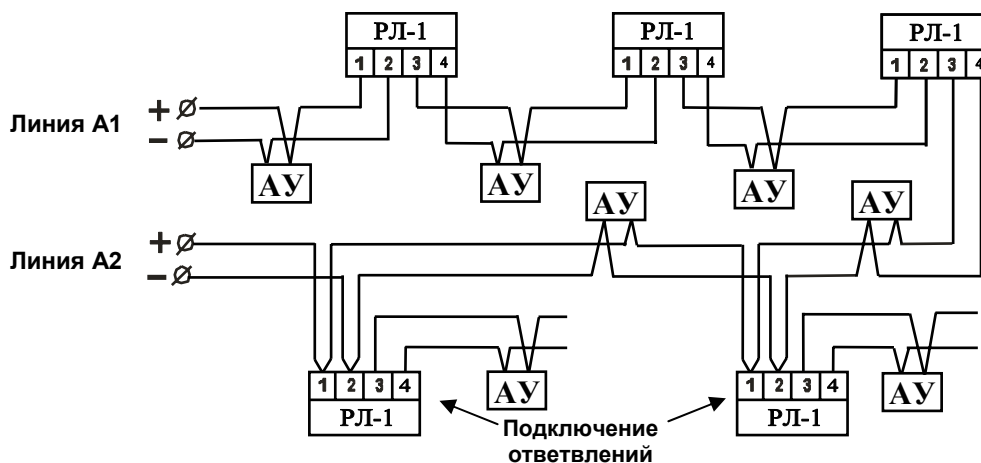

Рис.7. Подключение АУ и ответвлений информационной линии.
7.1.1. Установить АПКП, АУ, извещатели и исполнительные устройства, проложить кабели информационной линии, шлейфов сигнализации и питания АУ в соответствии с проектом. Произвести все подключения в соответствии с руководствами по эксплуатации АУ. Схемы включения размыкателей линии и подключения ответвлений показаны на рис.7.